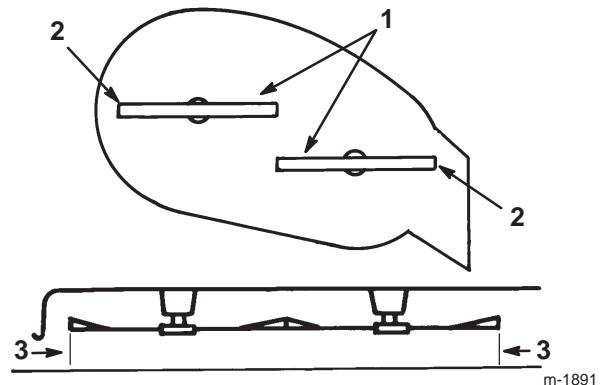

Figure 47
- Tournez prudemment les lames pour qu'elles soient parallèles dans le sens transversal (Fig. 47).
- Mesurez la distance entre les tranchants extérieurs et le sol plat (Fig. 47). Si les deux mesures diffèrent de plus de 5 mm, l'horizontalité transversale doit être réglée comme expliqué aux points 10 à 13.